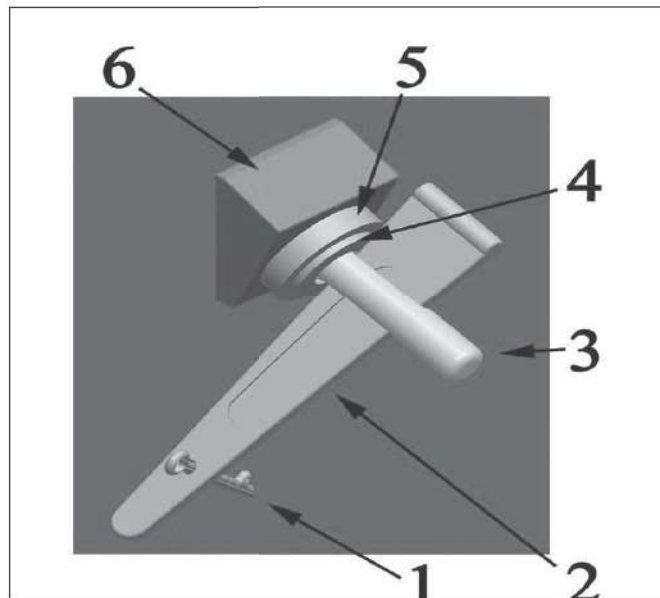

Figure 6.18 - Wiggen voor zeefspanning
3. Verwijder de borgpen (item 1), afb. 6.18.
4. Tik met een geschikte hamer zacht tegen de wig (item 2).
5. Verwijder de wig, pen (item 3), sluitring (item 4) en het afstandstuk (item 5).
9. Zodra het wigsysteem opnieuw gemonteerd is, moet het gaas gespannen worden door de wig (2) met een hamer door de pen te duwen. Duw elke wig even ver door de pen, zodat de druk op de klemplaat gelijk is.